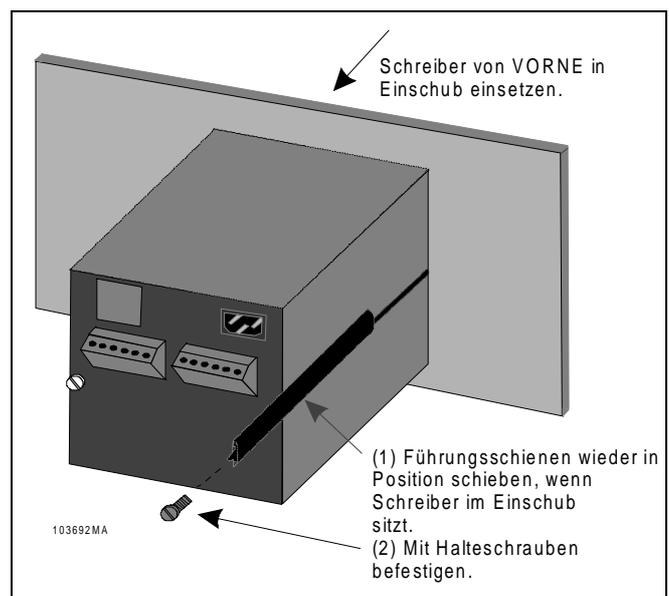

Bild 2-3 Schalttafeleinbau
F. Halten Sie den Schreiber stabil in der Schalttafel fest, und montieren Sie eine Führungsschiene. Schieben Sie dabei das abgerundete Ende der Fixierungsleiste, die mittig an der Führungsschiene entlangläuft, in den Schlitz entlang der Gehäuseseite des Schreibers (Einzelheiten siehe Bild 2-3 und 2-3A).